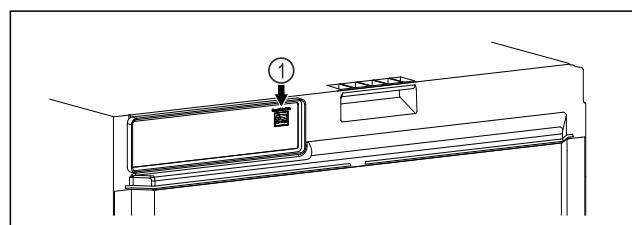

Fig. 117
- SmartModule Fig. 117 (1) 已使用。